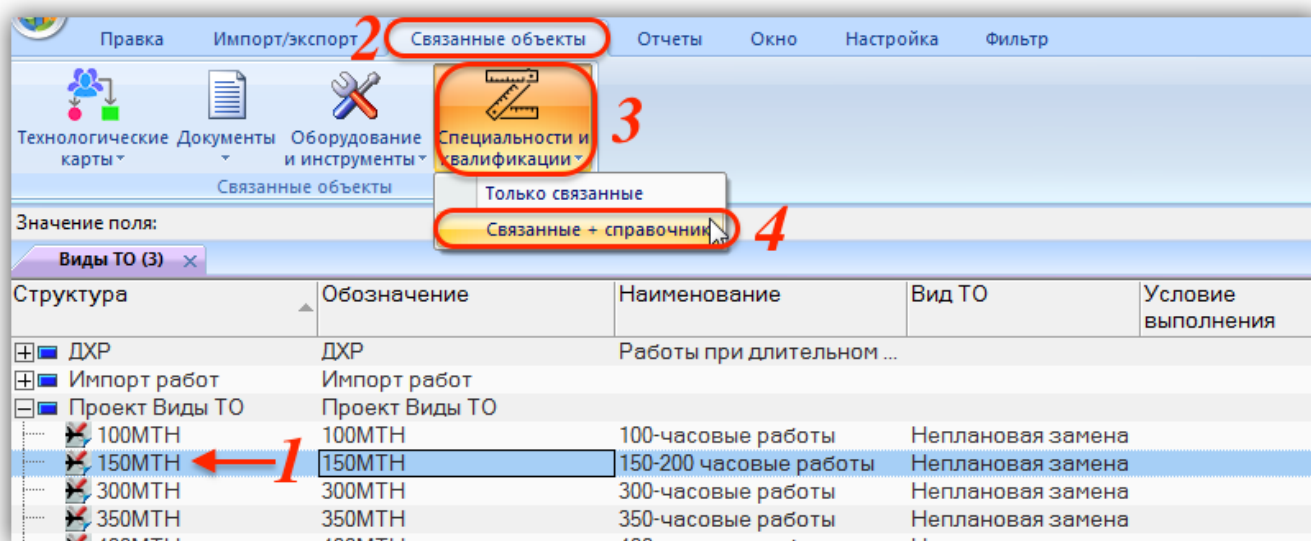

Рис. 9-99 – Открыть рабочие окна с видами ТО и специальностями
- 2) Выбрать вид ТО в рабочем окне «Виды ТО», перейти вкладку «Связанные объекты», нажать кнопку «Специальности и квалификации» и выбрать пункт «Связанные + справочник» (1–4 на рис. 9-99).